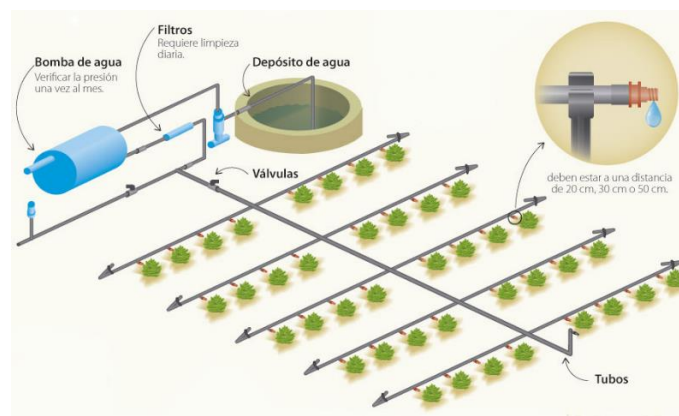

Imagen 2. COMPONENTES INSTALACIÓN RIEGO POR GOTEO.
- Sistema de control de lazo cerrado: se caracterizan por recibir información en sus entradas sobre el valor de la variable que controlan (Fig. 2). Se dice por ello que son sistemas que están realimentados (Feedback control systems). Un ejemplo de sistema de control lógico en bucle cerrado es el control del nivel de agua de un depósito. La entrada de agua al depósito depende del nivel de agua en cada momento. Otro ejemplo de sistema de control en bucle cerrado es el de control de la velocidad de un motor de corriente continua. Para ello dicha velocidad se mide mediante un taquímetro cuya salida se conecta a la entrada del sistema de control.